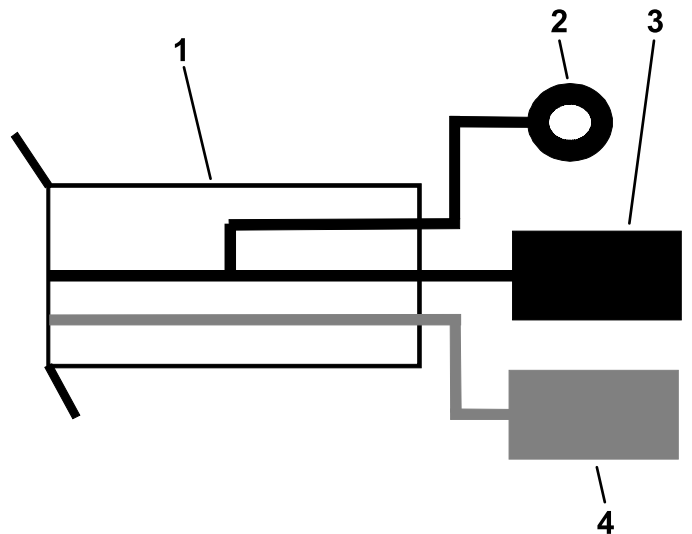

Figura 22
4. Instale el terminal circular negro en el bloque de terminales de tierra de la máquina (Figura 22).
5. Instale el cable de alimentación rojo en una ranura vacía del bloque de fusibles de la máquina (Figura 22).